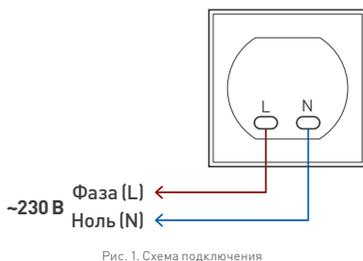

Рис. 1. Схема подключения
- 3.5. Подключите провода сетевого питания AC 230 В к контактам розетки в соответствии со схемой (рис. 1): L [фаза] — коричневый, N [нейтраль] — синий.